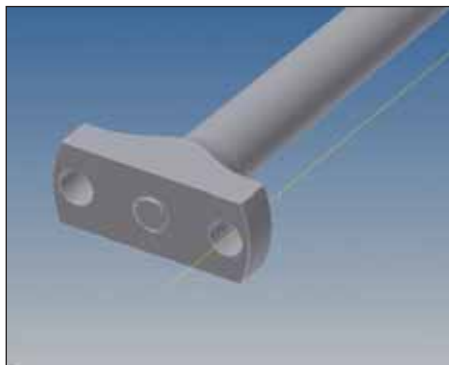

Рис. 51
67. Выбрать инструмент *Рабочая ось*  и создать ось, как показано на рис. 51.